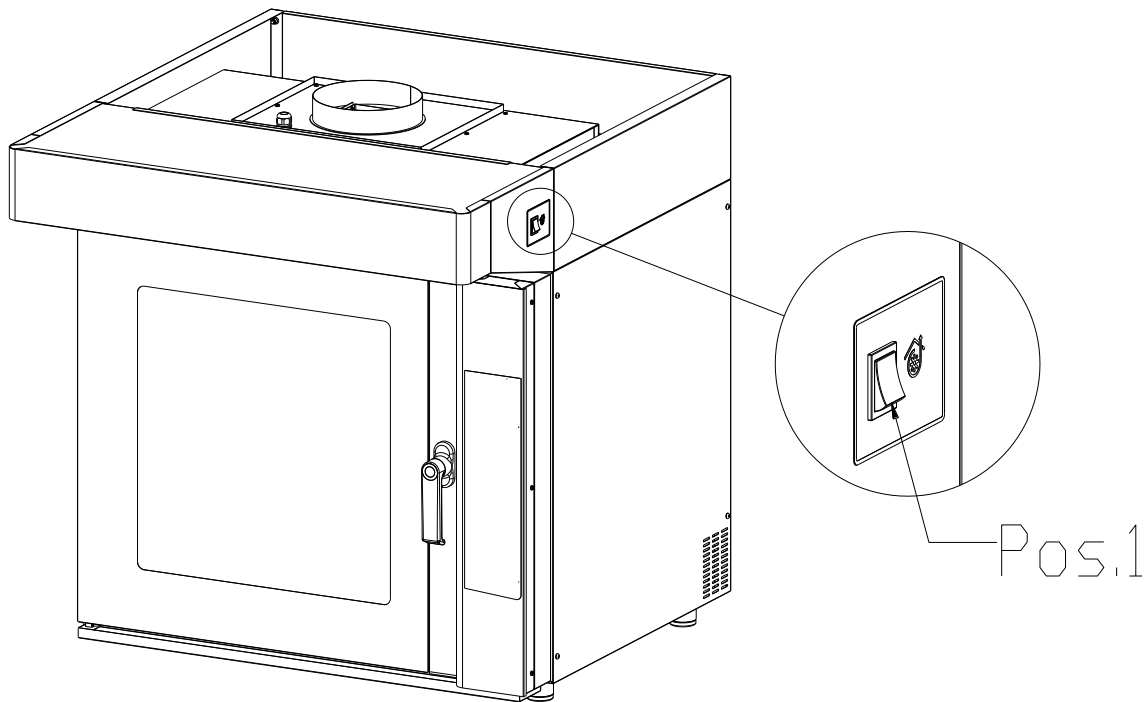

Fig. 3.1 Pannello comandi
La Fig.3.1 mostra il comando della cappa costituito da un interruttore Pos.1.
- Portando in posizione “I” l’interruttore, posto nella parte destra anteriore della cappa (vedi Fig. 3.1 Pos.1), si avvia l’aspirazione in modalità manuale per un tempo infinito.